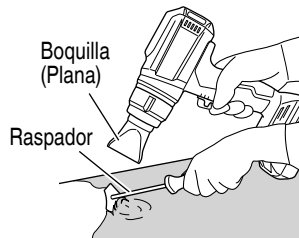

Fig. 13
1. Levantamiento de pintura (Fig. 13)